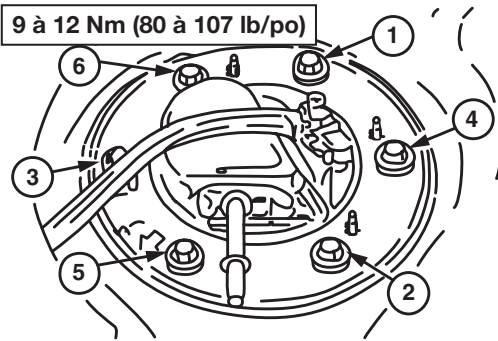

FIGURE 2
M) Installer l'ensemble de la flasque du réservoir sur le réservoir avec le tuyau de sortie dans la même direction que lors de la dépose. Serrer tous les écrous à la main, et les serrer de nouveau à la séquence indiquée dans la Figure 2.